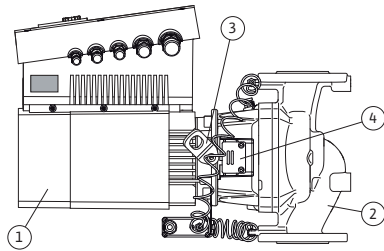

Fig. 10: Pomp compleet
Het typische kenmerk van de serie Stratos GIGA is de mantelkoeling van de motor. De luchtstroom wordt via de lange ventilatorkap (Fig. 10, pos. 1) optimaal geleid voor de koeling van de motor en de elektronica-module.
(Fig. 10, pos. 2) toont het pomphuis met een speciale geleiding van het lantaarnstuk zodat de waaier wordt ontlast.
De transportogen (Fig. 10, pos. 3) moeten worden gebruikt volgens hoofdstuk 3 "Transport en opslag" op pagina 195 en 10 "Onderhoud" op pagina 237.
Het venster in het lantaarnstuk dat door het beschermplaatje (Fig. 10, pos. 4) wordt afgedekt, wordt bij onderhoudswerkzaamheden gebruikt conform hoofdstuk 10 "Onderhoud" op pagina 237. Het venster kan ook worden gebruikt voor het controleren op lekkage op voorwaarde dat de veiligheidsbepalingen worden nageleefd conform hoofdstuk 9 "Inbedrijfname" op pagina 233 en hoofdstuk 10 "Onderhoud" op pagina 237.